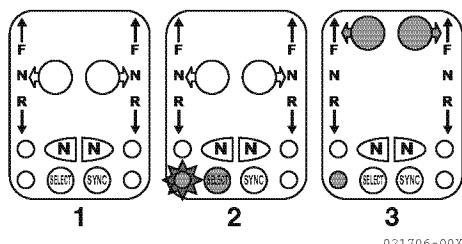

Figura 12
1. (1, **Figura 12**) mostra um comando típico inactivo.
2. Prima o botão SELECT (2, **Figura 12**). O botão acende-se (a cinzento em **Figura 12**) e a luz de selecção do comando pisca (estrela à volta da luz na **Figura 12**).
3. Desloque o(s) manípulo(s) para as posições F (frente) ou R (ré) para ficarem na posição do manípulo do comando activo (3, **Figura 12**). As luzes dos botões dos manípulos correspondentes acendem-se de forma fixa (a cinzento na (3, **Figura 12**)) e a luz de selecção do comando acende-se de forma fixa (a cinzento em (3, **Figura 12**)).